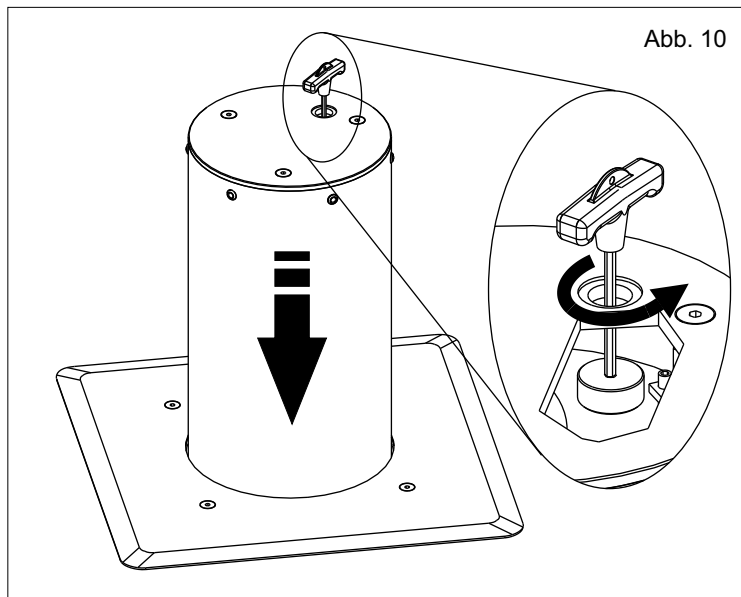

Abb. 10
6.2. Den gleichen Schlüssel in die Öffnung der Entriegelung stecken und schrauben (gegen den Uhrzeigersinn drehen) bis der Poller beginnt sanft herunterzugleiten (Abb. 10).